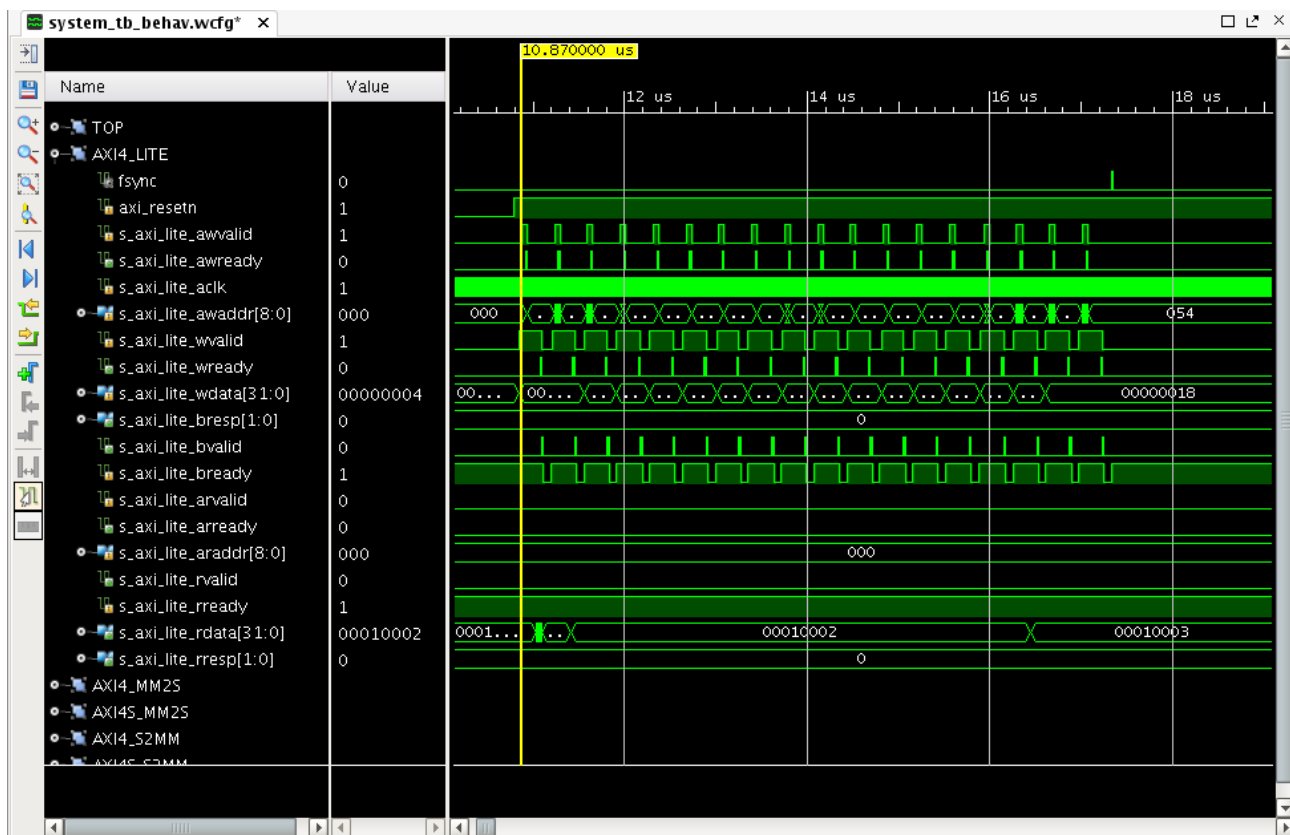

図 2 : AXI4\_LITE – テストベンチによる fsync の生成
2. AXI4\_LITE グループを展開し、10.8 $\mu$ s ~ 17.5 $\mu$ s 間を拡大表示します。この期間、Zynq-7000 BFM M\_AXI\_GP0 は AXI VDMA コア上のスレーブ レジスタへ書き込みを実行し、このコアをビデオ パイプライン用にコンフィギュレーションします。AXI VDMA レジスタへ垂直ラインのサイズが書き込まれると、VDMA がアクティブになり、テストベンチで `fsync` 信号が生成されます。図 2 にこの様子を示します。